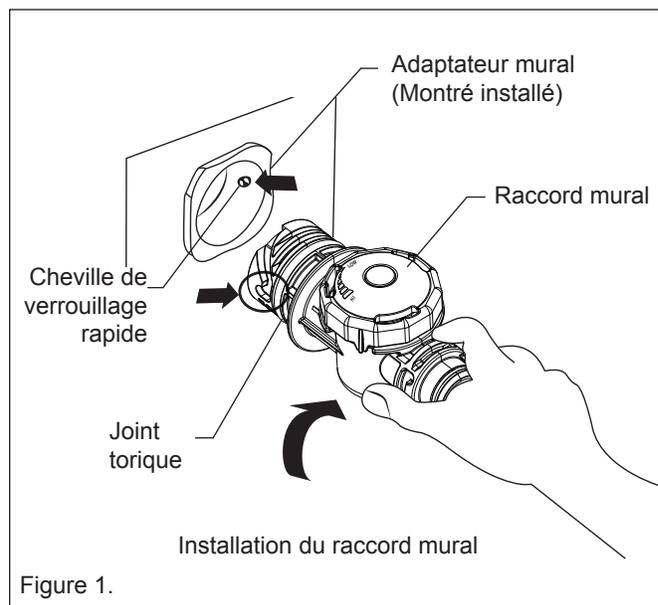

Figure 1.
4. Insérez l'adaptateur mural dans la conduite de retour filetée NPT de 1-1/2 po (38 mm). Serrez à la main. **Voir la Fig. 1.**
5. Alignez le raccord mural avec la cheville de verrouillage rapide à l'intérieur de l'adaptateur mural. Tournez de ¼ de tour dans le sens horaire pour verrouiller le raccord mural. **Tirez légèrement vers l'extérieur afin d'assurer un bon alignement pour engager les chevilles de verrouillage rapide.** Voir la Fig. 1.